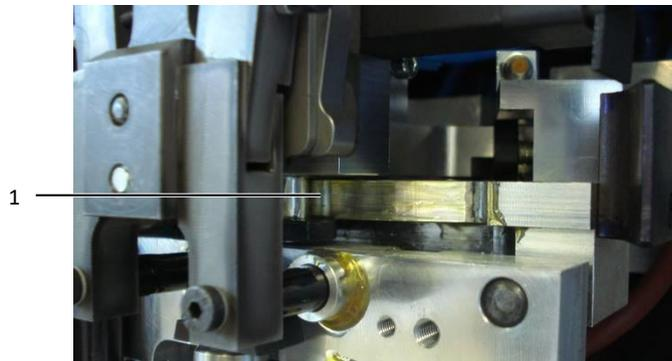

Fig. 27: Slitta utensile
- Lubrificare la superficie di contatto (fig. 27, pos. 1).